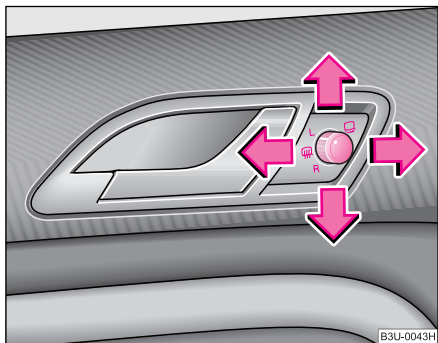

Fig. 49 Interiorul ușii:
- Aduceți butonul rotativ în poziția  ♥ fig. 49.
Când butonul rotativ se află în poziția **R** ♥ fig. 49 și se selectează treapta de marșarier, suprafața oglinzii se basculează puțin în jos. Astfel în timpul parcurii este asigurată vizibilitatea spre bordură.
- Aduceți comutatorul de reglare a oglinzilor exterioare în poziția **R** ♥ pagina 67, fig. 49.